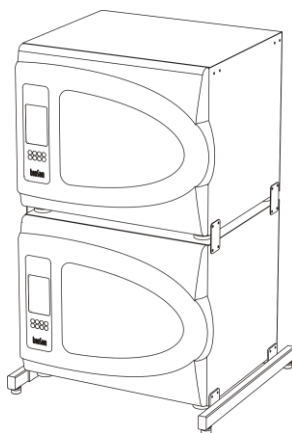

Рисунок 5. Монтаж
- 5.5.2. Средний прибор (рисунок 5):